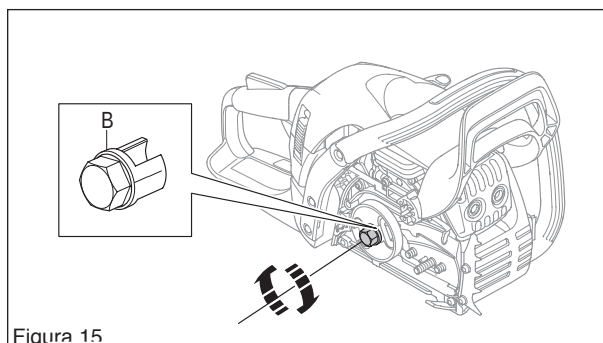

Figura 15
Soltar el embrague con la herramienta 502 54 16-03 (B) y una llave de tubo adecuada o una llave combinada. Girar el embrague a derechas para soltarlo. (Ver la figura 15.)